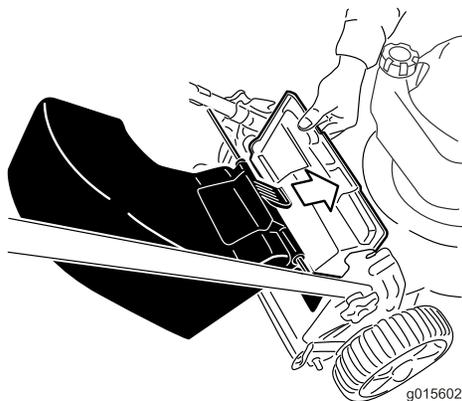

Figura 18
1. Levantar o deflector traseiro (Figura 18).
2. Insira o manípulo do saco de relva nos entalhes nos suportes do manípulo (Figura 18).